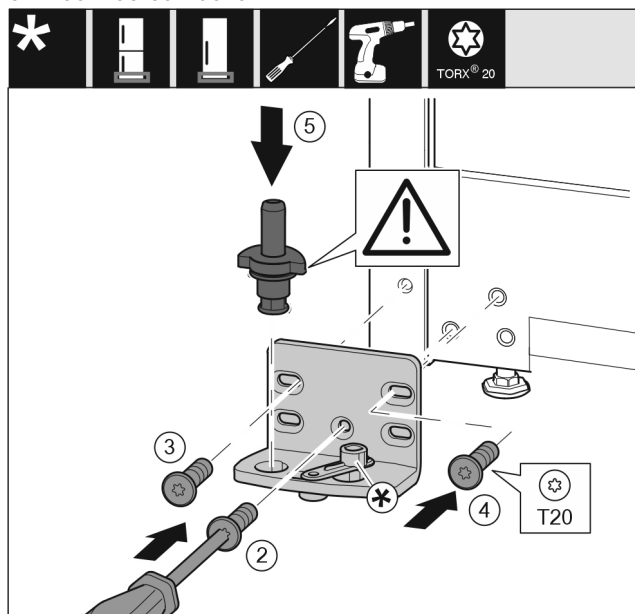

Fig. 16
- Lagerboks aan de andere zijde plaatsen en met behulp van een schroevendraaier er in schroeven. Met schroef Fig. 16 (2) onder in het midden beginnen.
- Schroef Fig. 16 (3) en schroef Fig. 16 (4) vastschroeven.
- Lagerbouten Fig. 16 (5) volledig insteken. Let hierbij op dat het vergrendelingslipje naar achteren wijst.